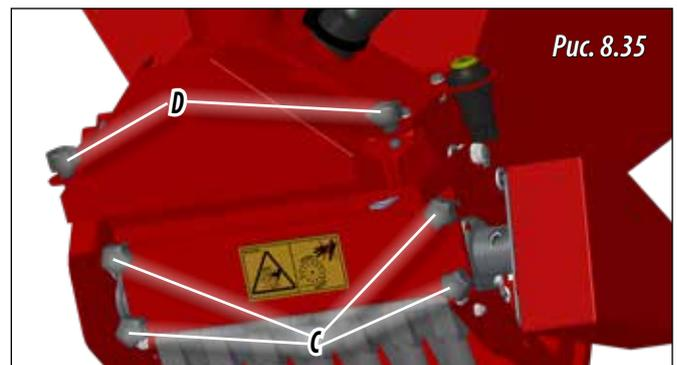
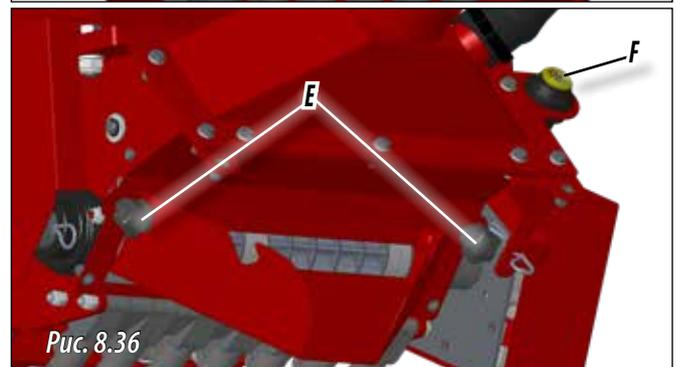

Рис. 8.35
Рис. 8.36
- 2- Откройте ЗАЩИТНЫЙ ЗАТВОР, для этого следует снять заклепки (см. С на Рис. 8.35).
- 3- Снимите заклепки ЗАЩИТНОГО КОНУСА (см. D на Рис. 8.35) и поместите конус в положение для калибровки, зафиксировав его с помощью заклепок (см. E на Рис. 8.36).